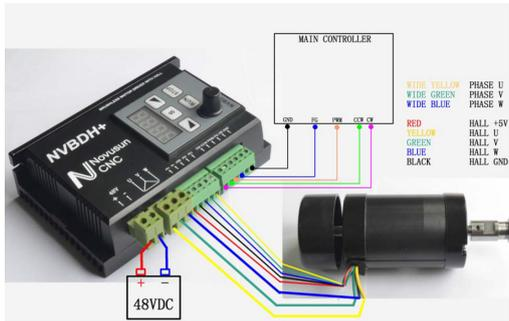

Рис. 2.3 Подключение драйвера NVBDH+ с внешними аналоговыми входами управления скоростью и режимом «Старт/Стоп»
**3 режим:** внешний аналоговый вход ШИМ управления скоростью и внешний аналоговый вход управления режимом «Старт/Стоп» (рисунок 2.3). В режиме управления ШИМ подключите разъем ШИМ драйвера NVBDH+ к выходному разъему ШИМ контроллера.